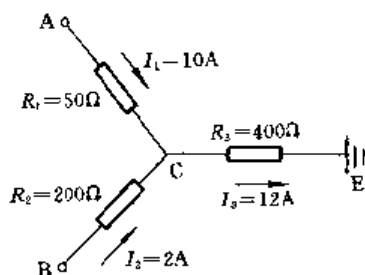

图 1-1
5. 已知电路如图 1-1 所示, 其中电阻以及电流的数值和方向都标注在图中。若设 $\varphi_E = 0V$, 试求 φ_A 、 φ_B 、 φ_C 为多少伏?